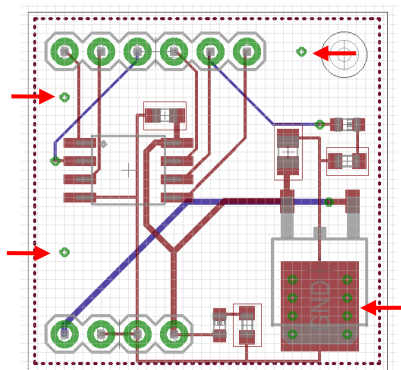

図 36
- ② 基板の一ヶ所に貫通ビアを配置します。
- ③ Name コマンドを選択し配置した貫通ビアをクリックして GND と名前を付けます。
- ④ Copy コマンドで GND 貫通ビアをコピーして基板の各所に配置します。図 36